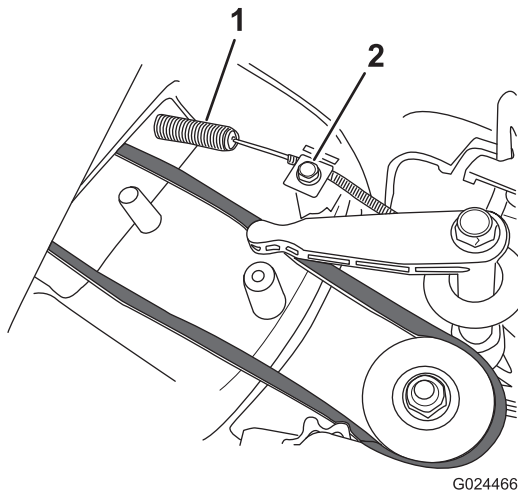

Figure 32
2. Remplacez le câble du frein de lame, mais ne serrez pas le serre-câble au sommet du carter du plateau de coupe (Figure 32).